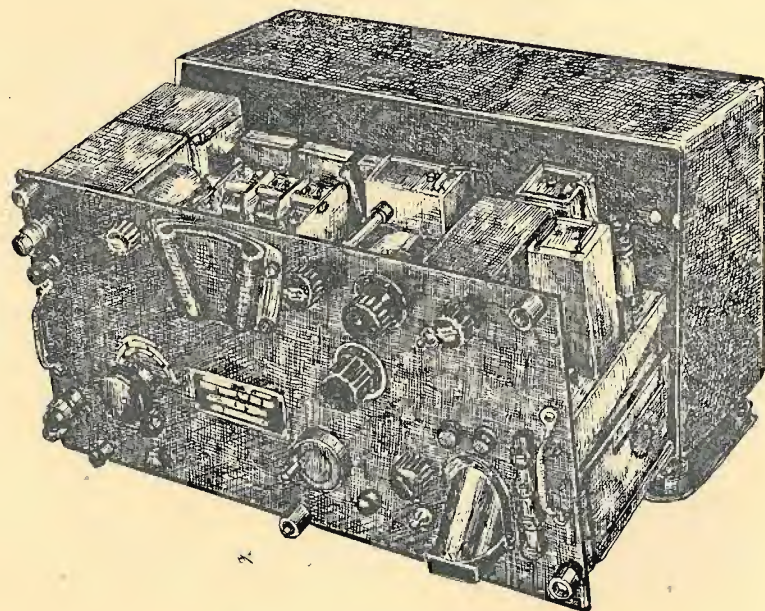

Fig. 6 — Il ricevitore BC-312(\*).
a. RICEVITORE BC-312-( ) (fig. 6). Per la descrizione completa del ricevitore BC-212-( ) si consulti la pubblicazione TM 11-850.